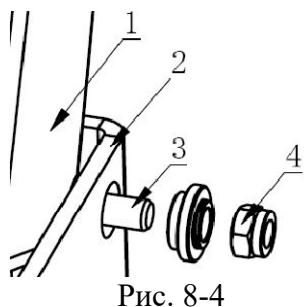

Рис. 8-4
- Установите колонну (рис. 8-4, поз.1) в седло на корпусе станка (рис. 8-4, поз.2). Сторона колонны с наклейками должна быть спереди.
- Совместите проушины седла с пальцем поворота колонны (рис. 8-4, поз.3) и используйте гайки (рис. 8-4, поз.4), чтобы зафиксировать палец с обеих сторон.